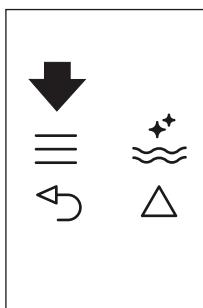
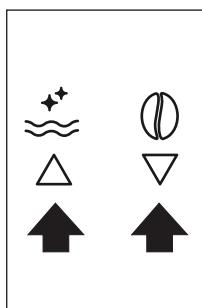

Abb. 22
Abb. 9
- ▶ Drücken Sie das **=** Symbol (B2), um das Menü aufzurufen (Abb. 22). Drücken Sie die Symbole **△ ▽** (B7) und (B8) (Abb. 9), bis „KAFFEE PROGRAMMIEREN“ angezeigt wird.